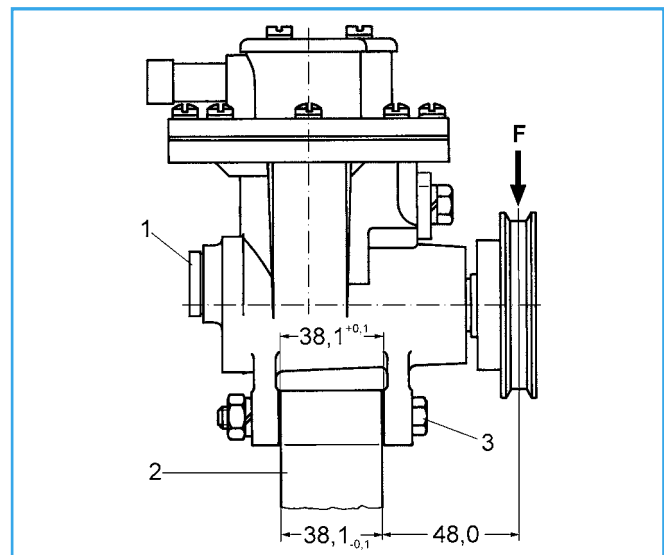

Fig. 3
Desenroscar cuidadosamente el tornillo de llenado (1), fig. 3 y comprobar si sale aceite del orificio, siempre que la bomba esté correctamente montada; en caso dado rellenar. Volver a apretar el tornillo de llenado con 25 Nm.
Para todas las demás aplicaciones, fig. 3 y 4
Acerca de fig. 3 y 4 Medidas en mm